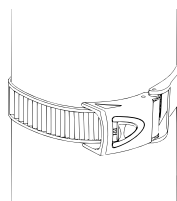

fig. 2-9
- 4) Ramenez la boucle métallique en position fermée en faisant levier jusqu'à ce que la fermeture de sûreté s'enclenche et que la boucle soit sécurisée. (Figure 2-9).